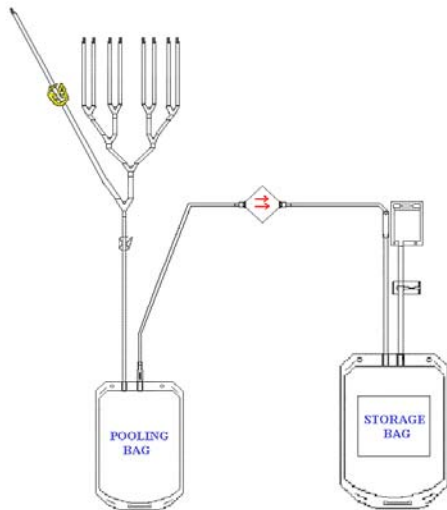

Figura-1
Um saco de pool de 700 ml com 8 tubos de ligação para a camada leucoplaquetária (BC) e um tubo de ligação adicional para diluição da Solução Aditiva de Plaquetas (PAS), u m filtro em linha Sepacell™ PLX-5 para redução leucoplaquetária ligado a um saco de armazenamento de plaquetas de 1,3 litros com um saco para amostrade 100 ml (Figura 1).